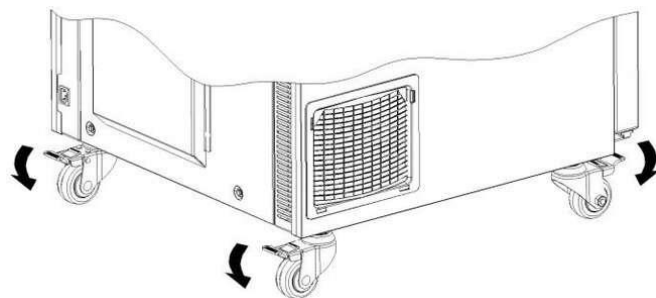

Fig.5
- Låseanordningene på de to fremre hjulene må aktiveres når produktet er på plass (se fig. 5)